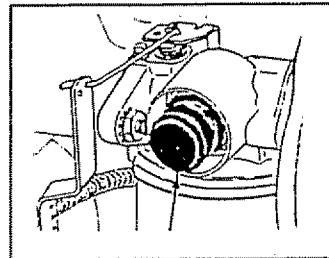

FIG. 15
- Prepare el motor presionando el cebador, espere 2 segundos. Repita este procedimiento dos veces más (Fig. 15).